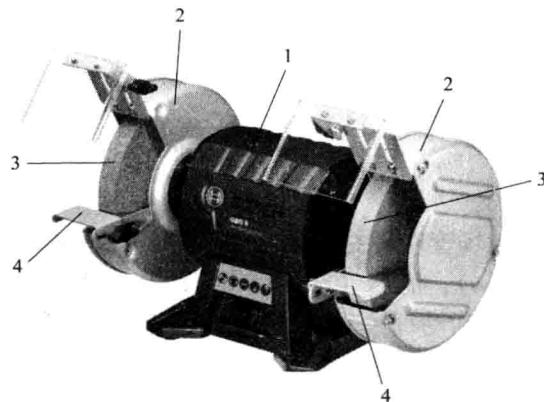

图 1—6 砂轮机
钳工工作场地的合理组织	<p>合理组织和安排好钳工工作场地，是保证产品质量和安全生产的一项重要措施。</p> <p>(1) 合理布局主要设备 钳工工作台应安放在光线适宜、工作方便的地方。面对面使用钳工工作台时，应在两个工作台中间安置安全网。砂轮机、钻床应设置在场地的边缘，尤其是砂轮机一定要安装在安全、可靠的位置。</p> <p>(2) 正确摆放毛坯和工件 毛坯和工件要分别摆放整齐，并尽量放在工件搁架上，以免磕碰。</p> <p>(3) 合理摆放工具、夹具和量具 常用工具、夹具和量具应放在工作位置附近，取用方便，不应任意堆放，以免损坏。工具、夹具和量具用后应及时清理、维护和保养，并且妥善放置，如图 1—2 所示。</p>  <p>a) b)</p> <p>图 1—2 工具和量具的合理放置</p> <p>(4) 工作场地应保持清洁 训练后应按要求对设备进行清理、润滑，并把工作场地打扫干净。</p>
<p>1) 钳工工作台安全要求</p> <p>①操作者站在钳工工作台的一面工作，对面不允许有人。钳工工作台周围除操作者站的一面外，其余三面必须设置密度适当的安全网。钳工台必须安装牢固，不允许被用作铁砧。</p> <p>②钳工台上使用的照明电压不得超过 36 V。</p> <p>③钳工台上的杂物要及时清理，工具、量具和刀具分开放置，以免混放损坏。</p> <p>④摆放工具时，不能让工具伸出钳工台边缘，以免其被碰落而砸伤人脚。</p> <p>2) 台虎钳使用的安全要求 台虎钳有固定式和回转式两种，如图 1—3 所示。</p>  <div style="display: flex; justify-content: space-around;"> 固定式 回转式 </div> <p>图 1—3 台虎钳</p> <p>①夹紧工件时要松紧适当，只能用手扳紧手柄，不得借助其他工具加力。</p> <p>②强力作业时，应尽量使力朝向固定钳身。</p> <p>③不许在活动钳身和光滑平面上敲击作业。</p> <p>④对丝杠、螺母等活动表面应经常清洗、润滑，以防生锈。</p> <p>⑤钳工台装上台虎钳后，钳口高度应以与弯曲的手肘等齐为宜（见图 1—4）。</p> <p>3) 钻床使用的安全要求 钻工常用的钻床有台式钻床、立式钻床和摇臂钻床（见图 1—5）。</p> <p>①工作前，对所用钻床和工具、夹具和量具要进行全面检查，确认无误后方可操作。</p> <p>②工件装夹必须牢固可靠，工作中严禁戴手套。</p> <p>③手动进给时，一般按照逐渐增压和减压原则进行，用力不可过猛，以免造成事故。</p> <p>④钻头上绕有长铁屑时，要停下钻床，然后用刷子或铁钩将铁屑清除。</p> <p>⑤不准在旋转的刀具下翻转、夹压或测量工件，手不准触摸旋转的刀具。</p>  <div style="text-align: right;"> 图 1—4 台虎钳在钳工工作台上的高度 </div>
<p style="text-align: center;">台式钻床 立式钻床 摆臂钻床</p>	图 1—5 钻床
⑥摇臂钻的横臂回转范围内不准有障碍物，工作前横臂必须夹紧。
⑦横臂和工作台上不准存放物件。
⑧工作结束后，将横臂降低到最低位置，主轴箱靠近立柱，并且要夹紧。
4) 砂轮机使用的安全要求 砂轮机主要由砂轮、电动机和机体组成（见图1—6）。